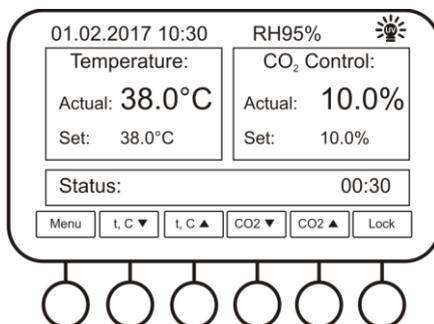

Рисунок 4. Работающий УФ рециркулятор
5.9.1.1 **Таймер системы УФ деконтаминации (UV Decontamination Timer).** Таймер устанавливается в часах и минутах (HH:MM). После установки таймера включается УФ лампа, на главном рабочем экране отобразится индикатор УФ лампы (рис. 4, вверху справа). По истечению времени, указанного в строке состояния на главном рабочем экране (рис. 4, внизу справа), УФ лампа выключается. Чтобы вручную отключить УФ лампу, нажмите на **Turn Off UV** в этом пункте.